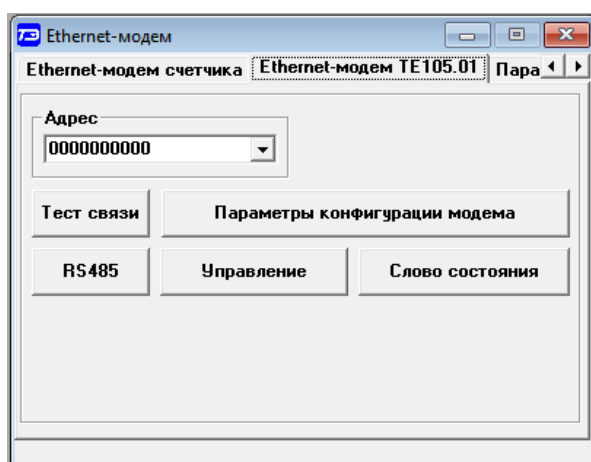

Рисунок 5 - Закладка «Ethernet модем TE105.01»
5.3.6 В появившемся окне перейдите в закладку «Ethernet модем TE105.01». Откроется основная форма для работы с модемом (рисунок 5).
5.4.4 В появившемся окне перейдите в закладку «Ethernet модем TE105.01». Откроется основная форма для работы с модемом (рисунок 5).
5.5.1 Нажмите кнопку «RS-485» (рисунок 5). Появится форма конфигурирования интерфейса RS-485 (рисунок 7).
5.6.1 Для конфигурирования режима работы модема и параметров Ethernet-интерфейса, на поле формы, рисунок 5, нажмите кнопку «Параметры конфигурации модема». При этом откроется форма конфигурирования параметров модема (рисунок 8).